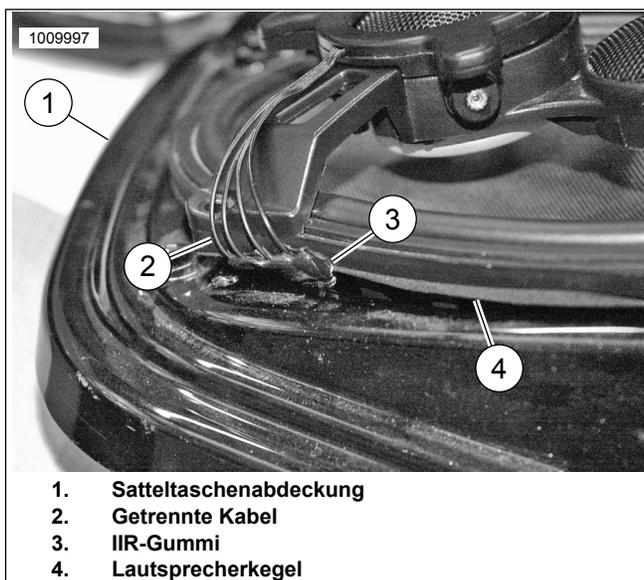

Abbildung 9.
1. Siehe Abbildung 9. Sicherstellen, dass sich der IIR-Gummi (3) zwischen dem Bereich der getrennten Kabel (2) und der Satteltaschenabdeckung (1) befindet. Dieser soll die Kabel abkapseln und die Lautsprechermembran (4) zur Satteltaschenabdeckung hin versiegeln, damit kein Wasser eintritt.